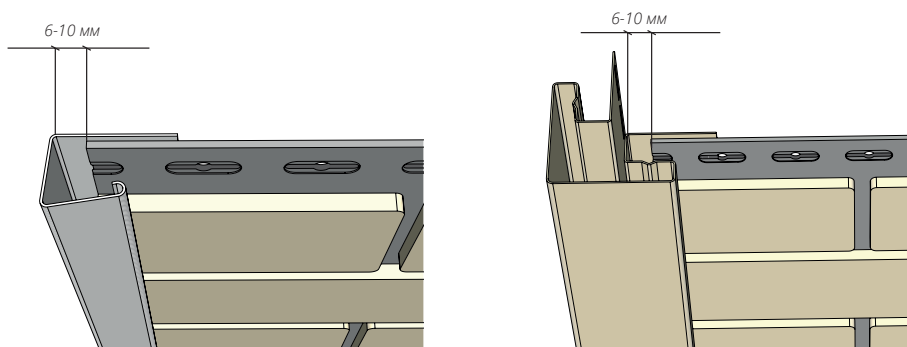

Рисунок 13
- 6.10** Для возможности движения фасадного материала при тепловых расширениях необходимо оставлять зазор: в летний период – 6-8 мм, в зимний период – 8-10 мм. На рисунке указан общий зазор 6-10 мм (Рис. 13).